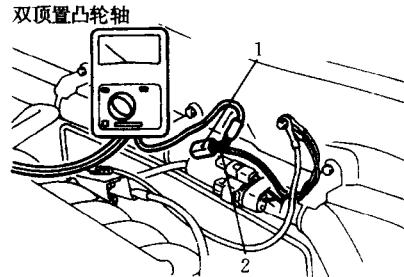
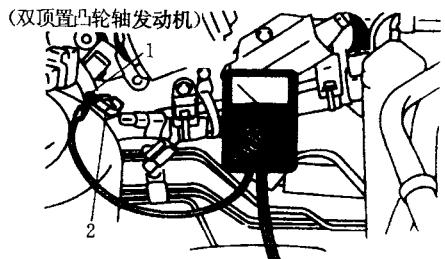

图 17 转速表连接点——钻石车
图 18 转速表连接点——3000GT 轿车
⑫从发动机罩下的单针插接器端子上连接一块转速表。检查怠速，如不符合要求，调整到正确值（图 17，图 18）。